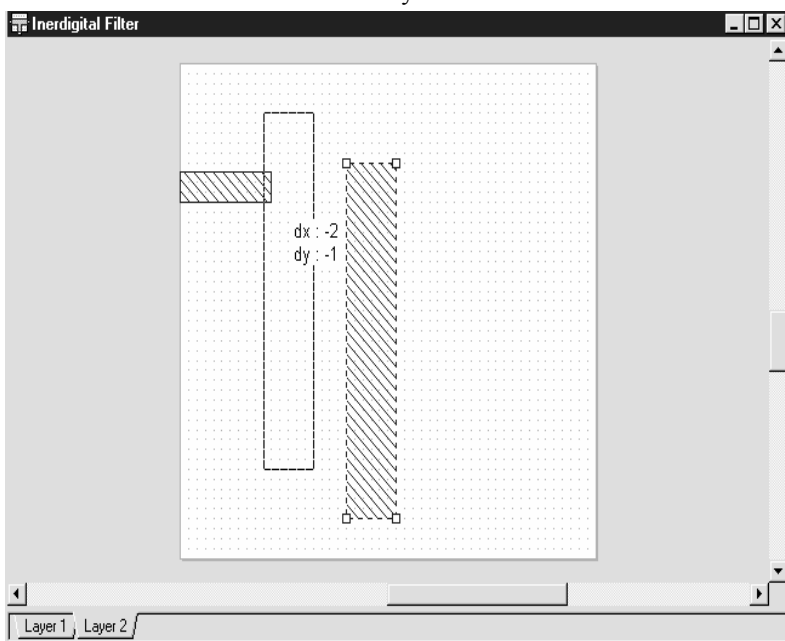

Рис. 4.6
4. Нажмите клавишу **Tab** снова, чтобы открыть диалоговое окно **Enter Coordinates**. Установите флажок в переключателе **Re**, чтобы активизировать относительные координаты. Введите **2.2** в поле **dx**, **0.6** в поле **dy** и нажмите **OK**. Проводник прямоугольного сечения отображается в окне электромагнитной структуры (Рис. 4.6).
координаты. Введите **1.2** в поле **dx**, **7.2** в поле **dy** и нажмите **ОК**. Второй проводник прямоугольного сечения отображается в окне электромагнитной структуры (рис. 4.6).
8. Щёлкните левой кнопкой мышки по второму проводнику в окне электромагнитной структуры. Квадратные площадки появятся в углах проводника (рис. 4.6).
11. Не отпуская кнопки мышки, двигайте курсор, пока значения  $dx$  и  $dy$  не будут отображать  $dx:-2$  и  $dy:-1$  (рис. 4.6). При этом отпустите кнопку мышки, чтобы зафиксировать проводник.